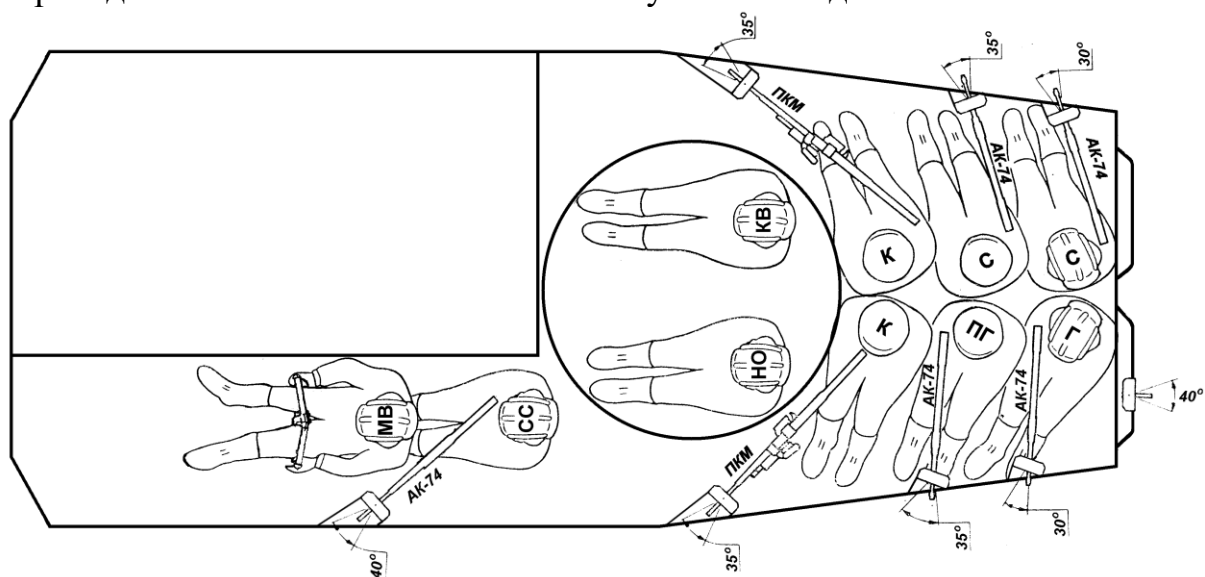

Рис. 28. Розташування особового складу відділення БМП-2:
- особовий склад відділення знаходиться в машині на своїх робочих місцях (рис. 28) і веде спостереження.